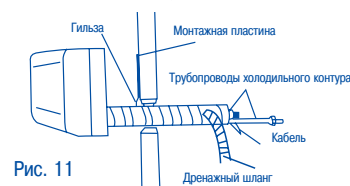

Рис. 11
3) Соберите кабель, дренажный шланг, трубопроводы в жгут и оберните его белой липкой лентой. Закрепите кабель и трубопроводы на задней стенке блока с помощью фиксатора. Аккуратно согните трубопроводы и осторожно проденьте жгут через отверстие в стене (рис. 11).